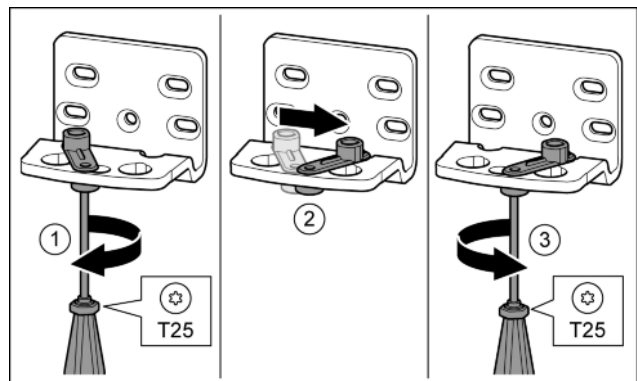

Fig. 12
- ▶ Desfaceți șurubul cu șurubelnița T25. Fig. 12 (1)
- ▶ Ridicați dispozitivul auxiliar de închidere a ușii și rotiți-l cu 90° spre dreapta în orificiu. Fig. 12 (2)
- ▶ Înșurubați ferm șurubul cu șurubelnița T25. Fig. 12 (3)